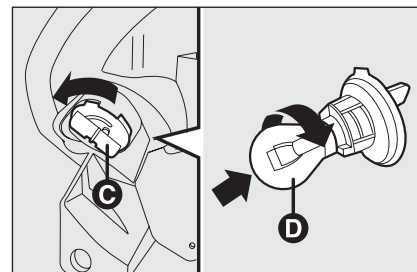

fig. 19/b
- rimuovere il coperchio portalampada **C**-fig. 19/b ruotando in senso antiorario;
- richiudere lo sportello **B**-fig. 19/a quindi ruotare il dispositivo di bloccaggio **A**.